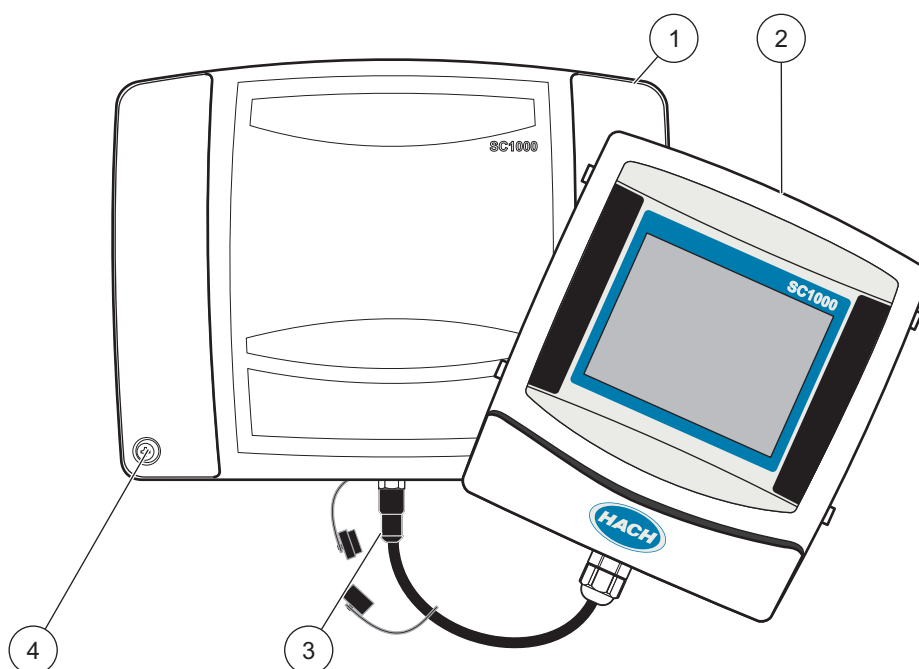

Bild 5 Entfernen Sie die Abdeckung des Anzeige- und des Sondenmoduls.
Entfernen Sie das Displaymodul, bevor Sie Verkabelungsarbeiten durchführen. Bild 5
2. Entfernen Sie das Displaymodul vom Sondenmodul (Bild 5).